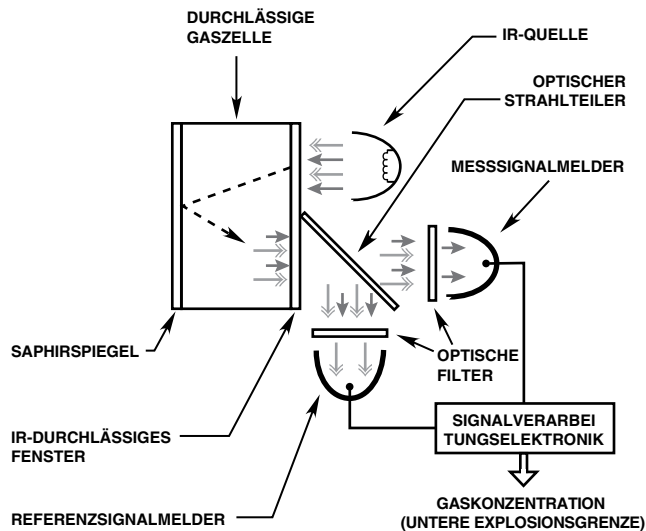

Abbildung 1 – Messschema für Infrarot-Gasmelder
Brennbare Kohlenwasserstoffgase diffundieren durch die Wetterschutz-Baugruppe in die interne Messkammer, in der sich eine Infrarot (IR)-Quelle befindet. Wenn die Infrarotstrahlung in der Kammer das Gas passiert, werden bestimmte IR-Wellenlängen vom Gas absorbiert, während sich andere IR-Wellenlängen ungehindert den Sensor erreichen können. Die Stärke der IR-Absorption hängt von der Konzentration des Kohlenwasserstoffgases ab. Die Absorption wird mit 2 optischen Meldern und der dazugehörigen Elektronik gemessen. Es wird die Intensitätsänderung des absorbierten Lichts (Aktivsignal) im Verhältnis zur Intensität von Licht mit einer nicht absorbierten Wellenlänge (Referenzsignal) gemessen. Siehe Abbildung 1. Der Mikroprozessor berechnet die Gaskonzentration und wandelt den Wert in ein 4-20-mA-Stromausgangs- oder ein digitales Prozessvariablensignal um, das anschließend an die externen Steuer- und Meldungssysteme übertragen wird.